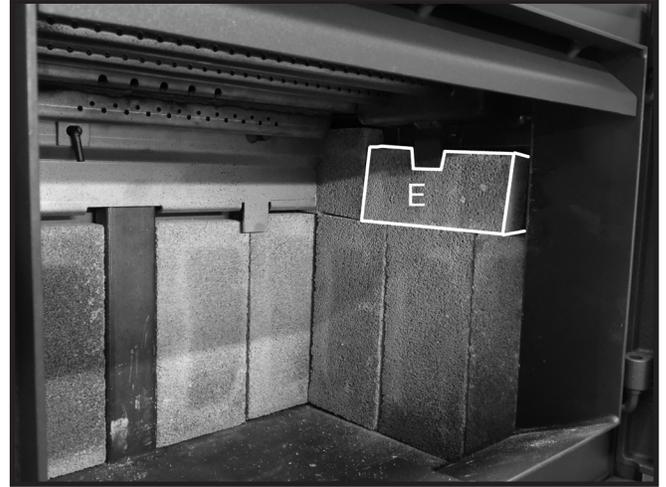

Figure 16: Mur de brique réfractaire final en position.
- Glissez une brique réfractaire "E" sous la languette du rail en brique du mur latéral et posez-la sur les trois briques réfractaires du mur latéral précédemment placées (Figure 16). Répétez les étapes 4 à 7 de l'autre côté.